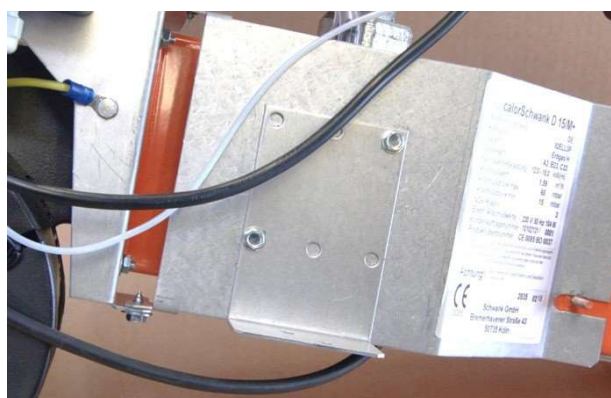

Рисунок 6.4.2
1. Самонарезающие винты крепления реле дифференциального давления воздуха ослабить/снять и закрепить крепежную пластину 2/2-ходового клапана вместе с реле давления воздуха с помощью прилагаемых удлиненных самонарезающих винтов (рис. 6.4.2).